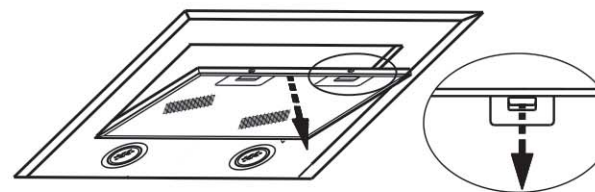

РИС. 5
8.3 Для очистки фильтра извлеките его из зонта (рис. 5) и произведите его очистку с помощью щетки горячим водным раствором нейтрального моющего средства вручную или в посудомоечной машине (при 60°C).
- перед установкой зонта снимите алюминиевый фильтр, для этого нажмите на пружинный замок на фильтре и потяните его вниз и на себя (рис. 5);
- перед установкой зонта снимите алюминиевый фильтр, для этого нажмите на пружинный замок на фильтре и потяните фильтр вниз и на себя (рис. 5);